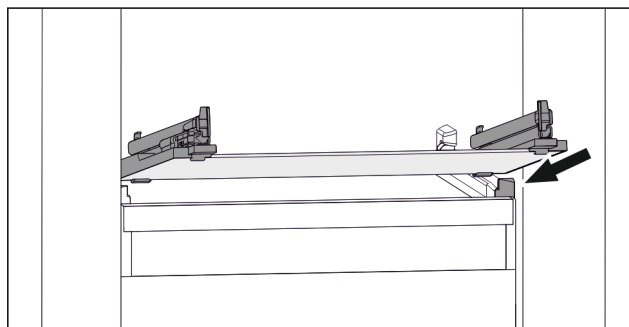

Fig. 74 Representación de la placa de vidrio a modo de ejemplo
- ▶ Coloque la placa de vidrio inclinada detrás de los toques. (consulte Fig. 74)